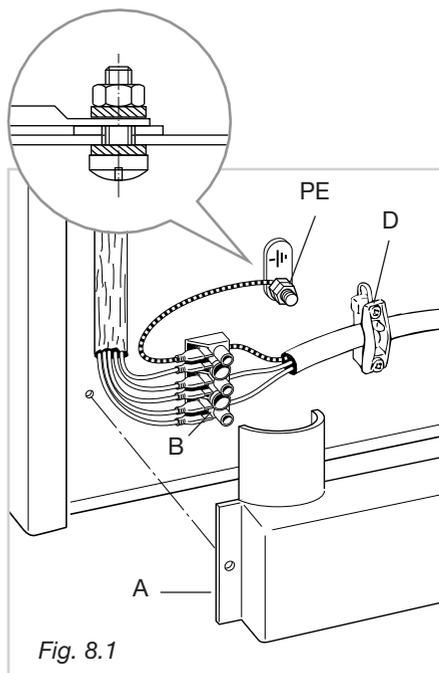

Fig. 8.1
- Svitare le viti di fissaggio della protezione **A** dietro la cucina (Fig. 8.1).
- Infilare nel fissacavo "**D**" il cavo di alimentazione di sezione adeguata come descritto nel capitolo "Sezione dei cavi di alimentazione" (Fig. 8.1).
- Collegare i cavi alla morsettiera "**B**" secondo lo schema della figura 8.2; o i cavi di fase alla morsettiera "**B**" ed il cavo di terra al morsetto **PE** (fig. 8.1).